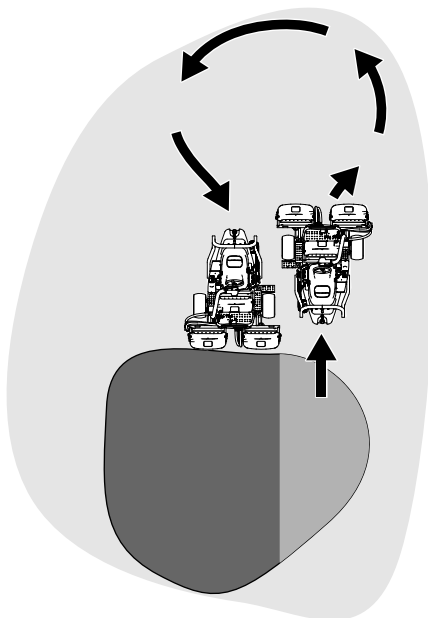

図 22
- Uターンするとき、一旦反対側にハンドルを切ってから旋回すると、楽に、しかも効率良く回ることができて次の列そろえが楽になります。反対側に軽く振ってから旋回すると雨だれ形の旋回 **図 22** になって、スムーズに次の列に入ることができます。